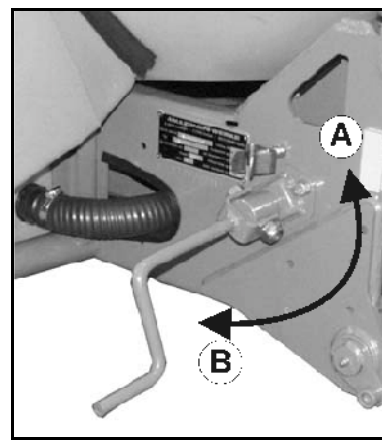

Bild 31
- Vev i manövreringsposition (Bild 31).
Frigör parkeringsbromsen: Bild 31/A
Dra åt parkeringsbromsen: Bild 31/B